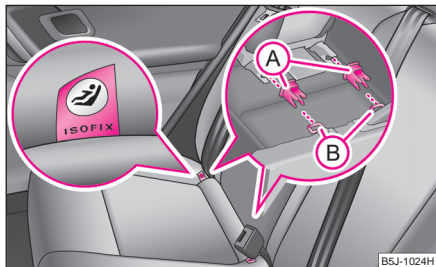

Abb. 131 Halteösen (ISOFIX-System)
- Stecken Sie die Aufnahmetrichter **(A)** auf die Halteösen **(B)** zwischen Rückenlehne und Sitzfläche ⇒ **Abb. 131**.